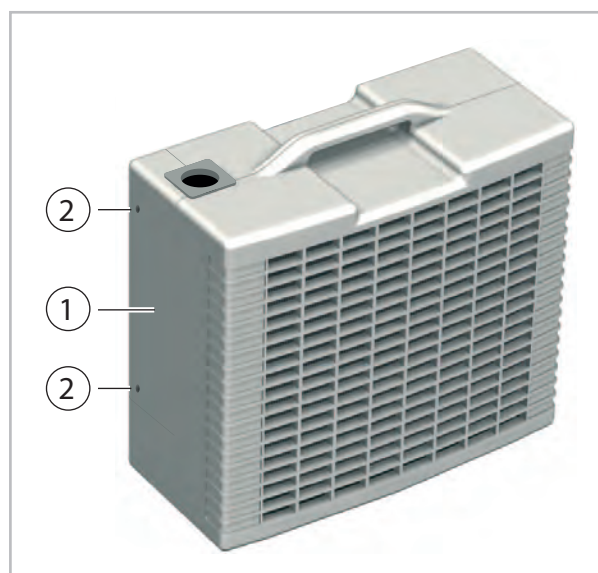

Abb. 12: Abdeckung entfernen
3. ➤ Entfernen Sie die 2 Schrauben der Abdeckung auf der Rückseite des Außenteils (Abb. 12).